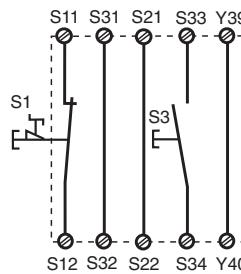

Fig. 3: Eingangskreis einkanalig, überwachter Start/Single-channel input circuit, monitored reset/Commande par 1 canal, surveillance du poussoir de validation
- Fig. 3, 4 und 5, 6:
- Fig 3, 4 and 5, 6: S13-S14 **not** connected
- Fig. 3, 4 and 5, 6: